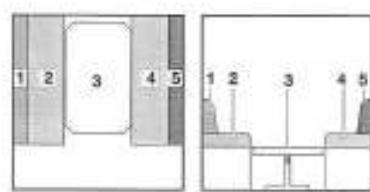

Fig. 103 Pendant la transformation
- Tirer les coussins d'assise (Fig. 103,2 et 4) vers le centre.
- Placer les coussins de dossier (Fig. 103,1 et 5) entre les coussins d'assise et la paroi extérieure.